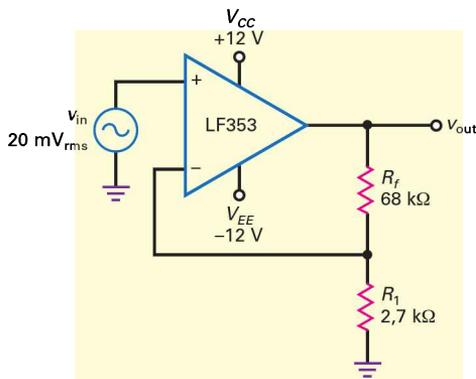

Figure 17.15
- 17.1 D'après la figure 17.15, calculez le taux de réaction, le gain en tension idéal boucle fermée, le pourcentage d'erreur et le gain en tension exact.
- 17.2 Si la résistance 68 kΩ sur la figure 17.15 est remplacée par une 39 kΩ, que devient le taux de réaction ? Le gain en tension boucle fermée ?
- 17.3 Sur la figure 17.15, la résistance 2,7 kΩ est remplacée par une résistance 4,7 kΩ. Quel est le taux de réaction ? le gain en tension boucle fermée ?
- 17.4 Si le LF353 de la figure 17.15 est remplacé par un LM301A, quel est le taux de réaction ? Le gain en tension boucle fermée idéal ? Le pourcentage d'erreur et le gain en tension exact ?